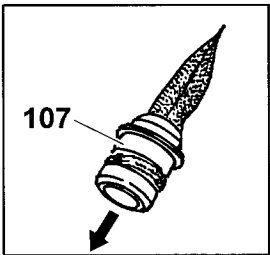

图 9-1-7 制冷剂喷射阀 107(箭头为喷射方向)
16. 制冷剂由制冷剂喷射阀(见图 9-1-7)喷射到后蒸发器内,而不是采用传统的膨胀阀来进行工作。